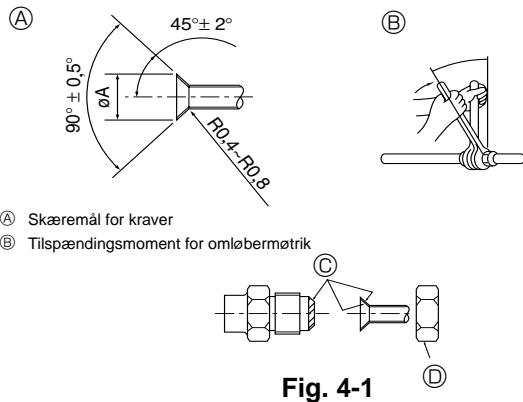

Fig. 4-1
(A) (Fig. 4-1)
(B) (Fig. 4-1)
4.2. Forbindelsesrør (Fig. 4-1)
- Kom et tyndt lag køleolie på rør og samlingsoverflade, før stramning af brystmøtrikken. (A)
- Anvend to skruenøgler til at spænde rørforbindelserne. (B)
- Påfør kølemaskineolie på hele opkravningssædets overflade. (C)
- Brug koniske møtrikker til følgende rørstørrelse. (D)